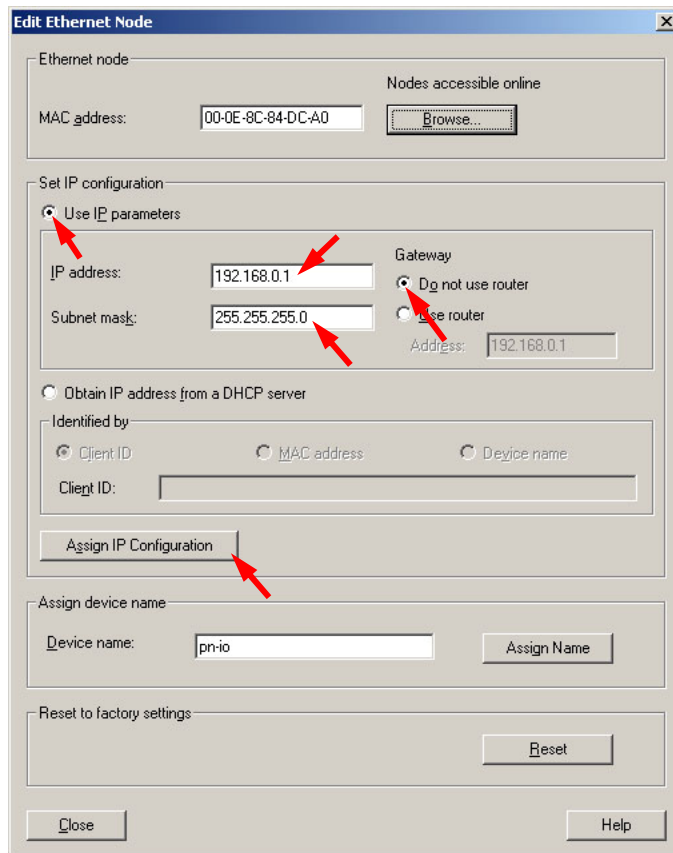

图 4-7 为 CPU 分配 IP 地址
1. 设置 IP 地址的对话框 **“Edit Ethernet Node”** 如下图（图 4-7）：